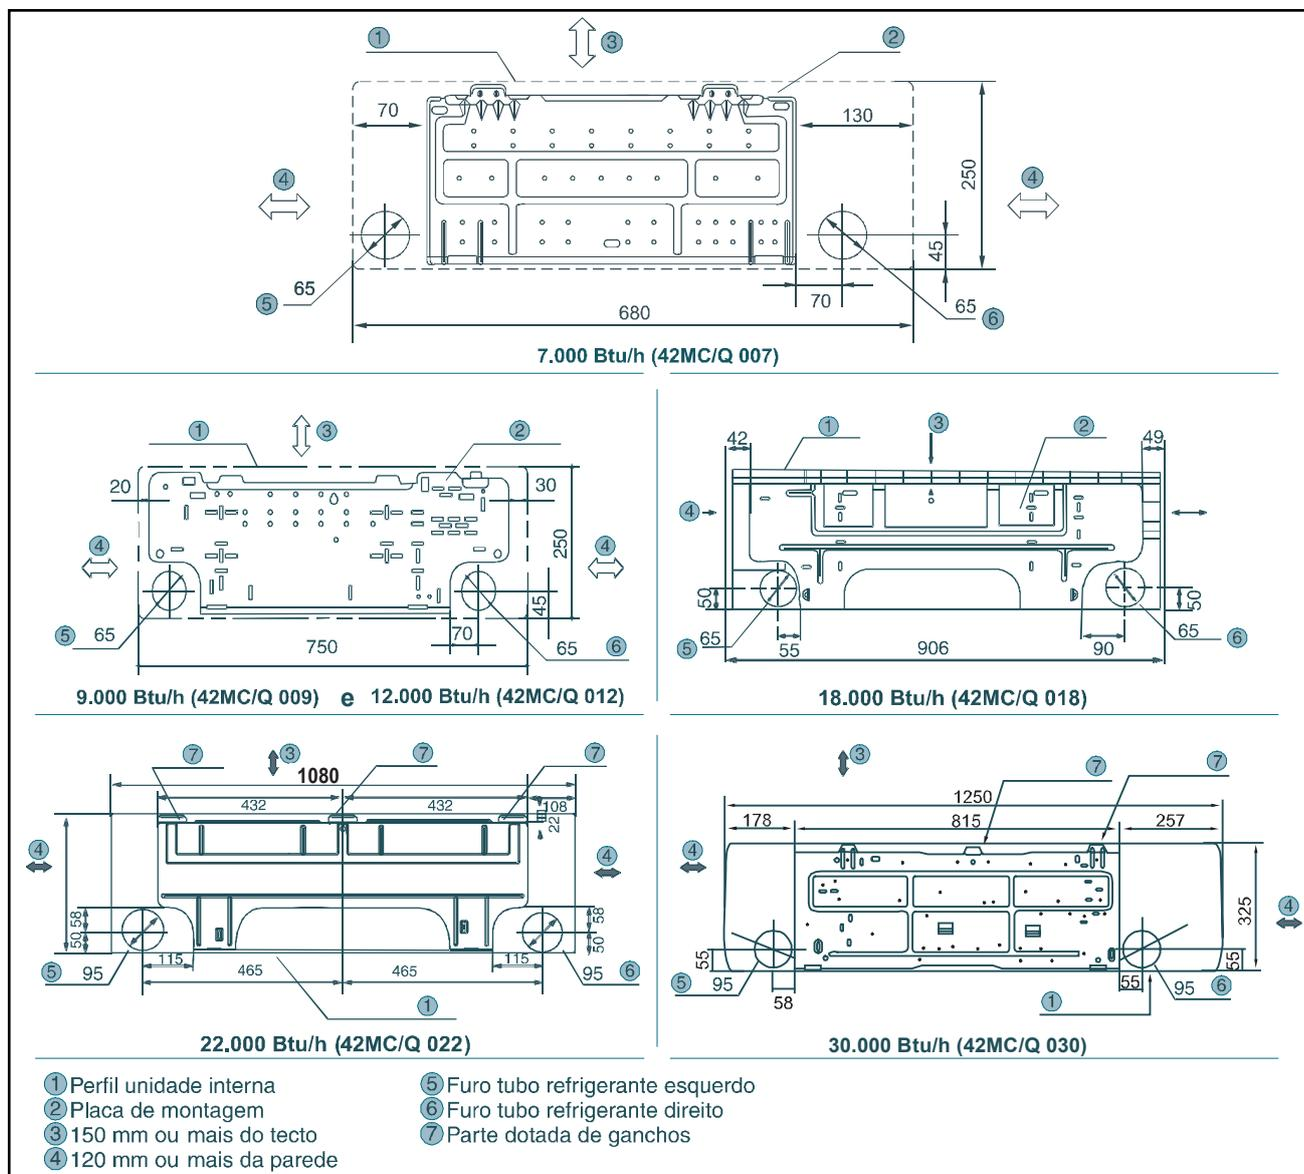

FIGURA 11
- Fixe o suporte à parede com parafusos auto-atarraxantes através dos furos próximos à borda externa dele como mostrado na figura 11 (Coloque parafusos em todos os furos superiores).
Veja na figura 11 as dimensões para furação do dreno conforme cada capacidade.